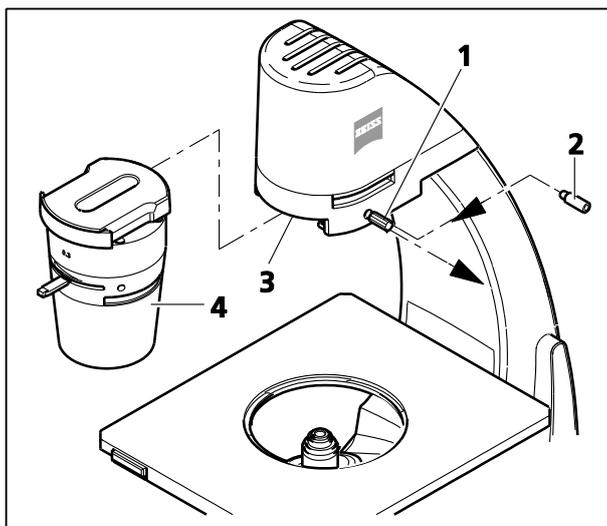

Fig. 4 Installation des condenseurs
- Insérer le condensateur (Fig. 4/4) par l'avant dans le guide (Fig. 4/3) et le pousser jusqu'à la butée.
- Verrouiller le condenseur en serrant la vis à tête cylindrique ou la vis moletée (Fig. 4/1), également fournies avec le microscope.
Si les condensateurs sont fréquemment remplacés ou si des récipients en verre plus grands sont fréquemment utilisés sans condensateur, il convient d'utiliser la vis moletée fournie plutôt que la vis à tête cylindrique à six pans creux (Fig. 4/2) pour verrouiller le condensateur.